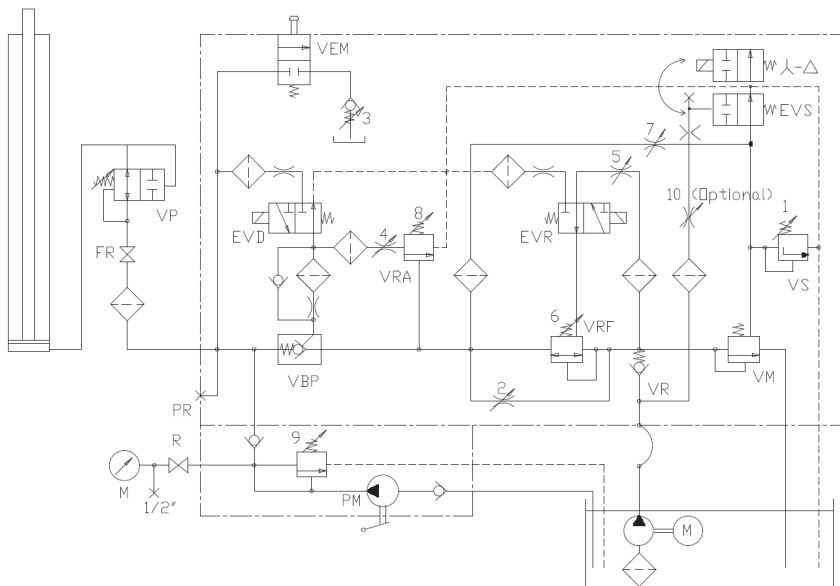

Fig. 30 – Esquema oleodinámico SF 1855 válvula tipo "NL"
En el presostato, cuando se alcanza una presión determinada salta un contacto eléctrico que puede ser: de conmutación, de apertura o de cierre. Existen presostatos con distintas clases de aislamiento, distintas precisiones y distintas histéresis. En las figuras expuestas a continuación se muestran dos formas de presostato y dos tipos de contacto. La regulación de las presiones de intervención se obtiene con el tornillo que se encuentra en el centro del presostato (ver Fig. 30): Girando en la dirección de las manecillas del reloj la presión de intervención aumenta, girando en sentido contrario a las manecillas del reloj disminuye. El presostato o presostatos va instalado en el bloque de la válvula NL directamente en la línea de presión que llega desde el cilindro antes de la válvula de bloqueo pilotada VBP, (ver también Fig. 30 – Esquema oleodinámico SF 1855 válvula tipo “NL”) **Errorre. L'origine riferimento non è stata trovata.** y por tanto siempre está bajo de presión.
- El esquema oleodinámico SF 1855 de la válvula tipo NL está representado en la Fig. 30 se muestra a continuación: